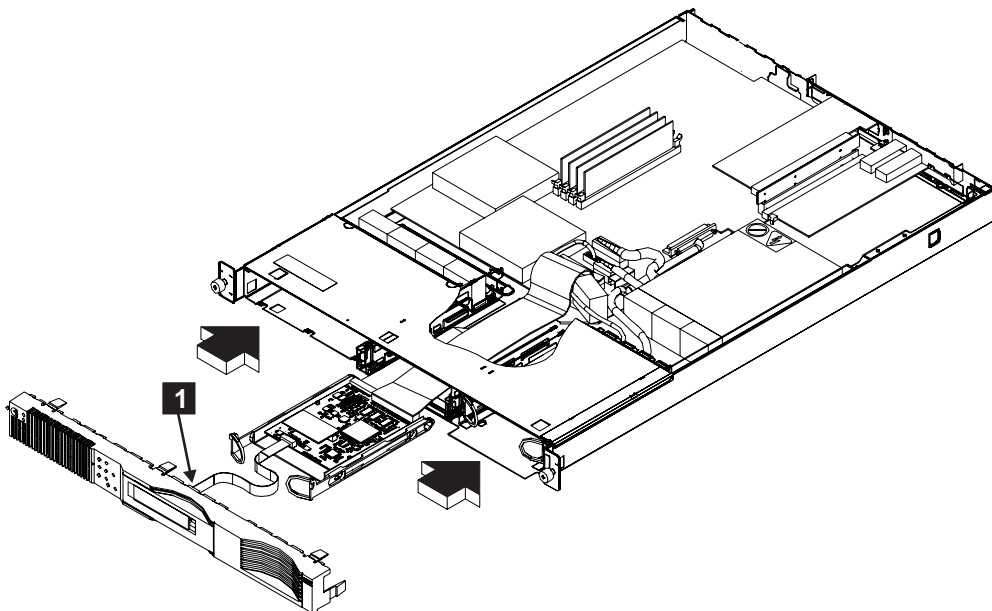

図 172. フロント・パネルの交換
1. ケーブル **1** をフロント・パネルに接続します。図 172 を参照してください。